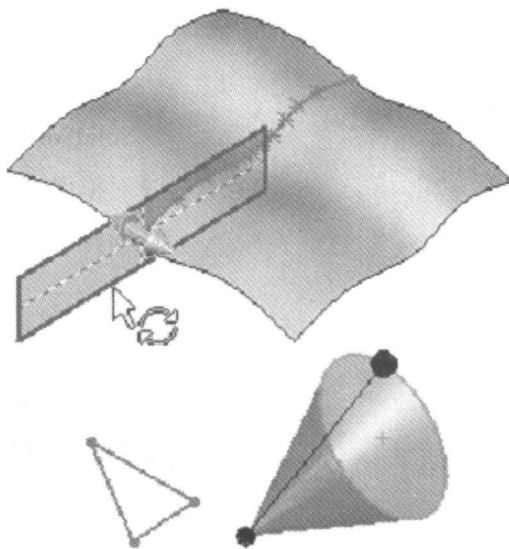

图 1-1 添加放样截面 ►
- (1) 可以添加精度更高、控制点更少的放样截面。
- (2) 使用添加放样截面命令所添加的放样截面会在其终点自动生成穿透点, 如图 1-1 所示。而以前添加这些剖面与现有引导线并没有几何关系。